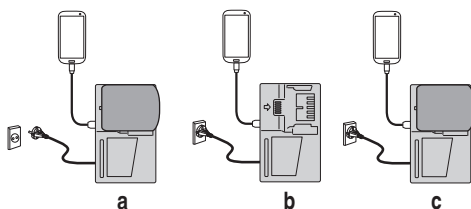

Fig. 3
- Chargement d'un périphérique USB à l'aide d'une batterie (Fig. 3-a)
- Charger un dispositif USB à partir d'une prise électrique (Fig. 3-b)
- Charger un dispositif USB et une batterie à partir d'une prise électrique (Fig. 3-c)